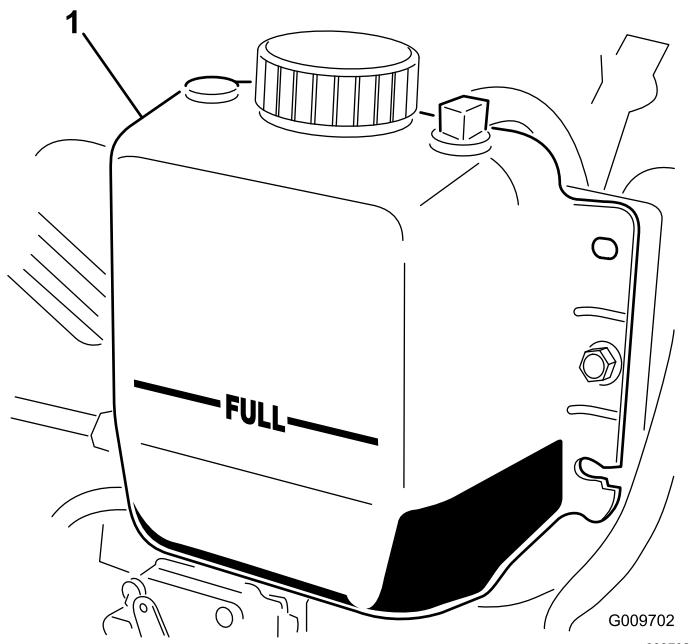

Figura 14
- Compruebe el nivel de refrigerante del radiador. El radiador debe llenarse hasta la parte superior del cuello de llenado, y el depósito de expansión debe llenarse hasta la marca FULL (lleno) (Figura 14).